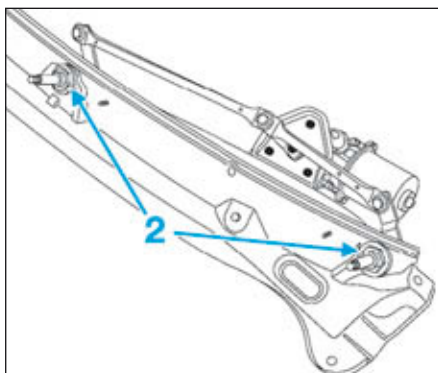
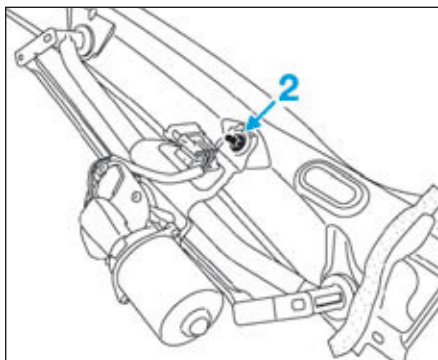

FIG.86
FIG.87
- les écrous (2) du mécanisme d'essuie-vitre avant (Fig.86) et (Fig.87),